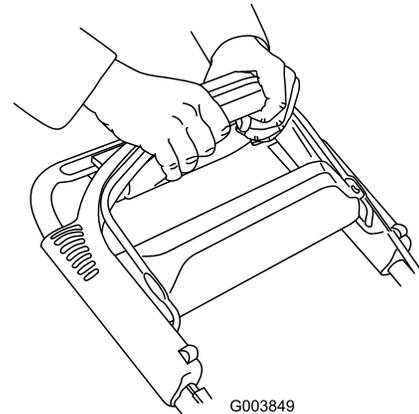

Figure 22
2. Rapprochez la poignée de la partie supérieure du guidon (Figure 22) jusqu'à ce que la tondeuse se déplace à la vitesse voulue.